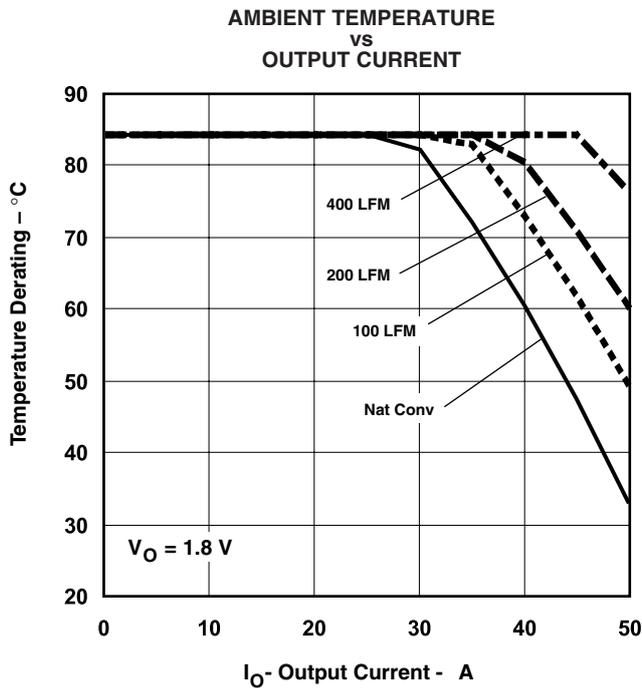
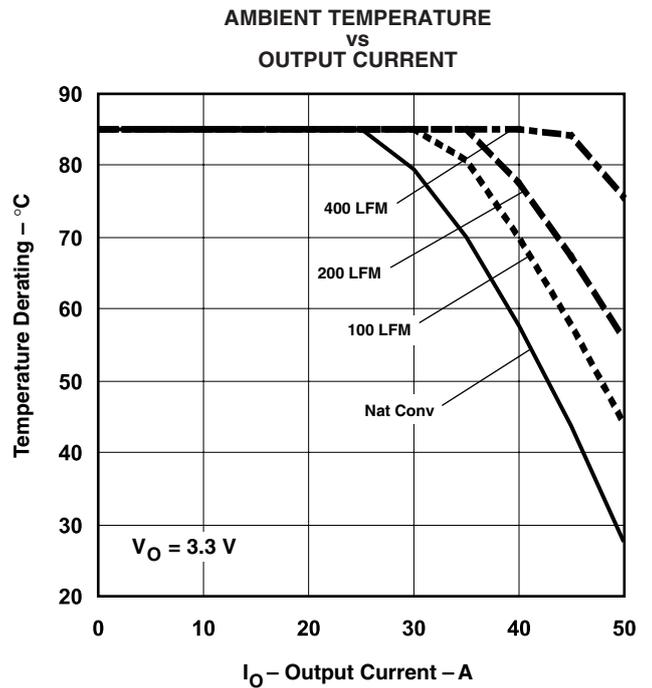

図 7
図 8
- (2) 温度ディレーティング曲線は、内部コンポーネントの温度がメーカーの指定した最高動作温度以下になる条件を表します。このディレーティング制限は、1オンス(約28グラム)の銅を使用した、4インチ×4インチ(約100mm×100mm)の両面4層PCBに直接半田付けされたモジュールに対して適用されます。詳細については、メカニカル仕様を参照してください。図7および図8に対して適用されます。